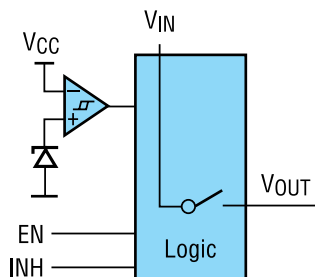

Рис. 2. Структурная схема супервизора для устройств с батарейным питанием
**Супервизоры для устройств с батарейным питанием** (табл. 2, рис. 2, 3) ориентированы на следующие приложения: контроль состояния батареи, возможность внешнего включения устройства от кнопки, автоматическое управление источником напряжения (внешний источник или батарея).